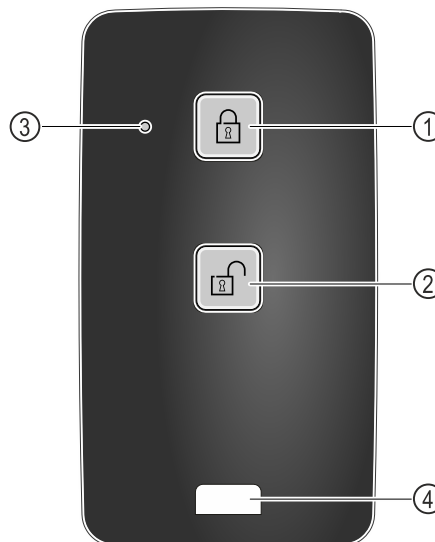

Fig. 245
- ▶ Nyomja meg a gombot Fig. 245 (1) a távirányítón.
- ▶ Nyomja meg a gombot Fig. 245 (2) a távirányítón.
- ▶ Az állapotjelző LED Fig. 245 (3) a gomb megnyomásakor látható visszajelzést ad.
- ▶ Szem Fig. 245 (4) a távvezérlés, pl. kulcstartóra való rögzítéséhez.